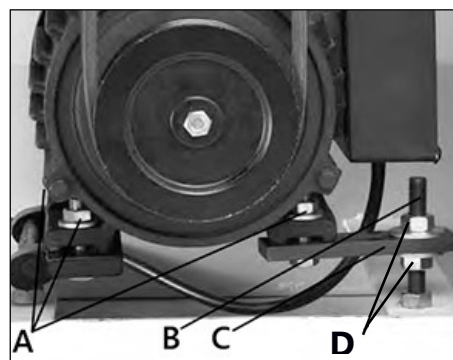

Рисунок 24.
Для замены, отключите станок от сети. Откройте дверцу С (рис. 18), ослабьте крепеж В на пластине натяжения, которая крепит электродвигатель к кронштейну (рис. 24).
- Чтобы настроить натяжение ремня, гайки D (рис. 24), чтобы передвигать основание электродвигателя вверх или вниз до тех пока не получите отклонение в 12 мм, как написано в предыдущем пункте.
Ослабьте крепеж А, который крепит электродвигатель к кронштейну (рис. 24). Передвигайте электродвигатель горизонтально пока шкив ножевого вала не выровняется со шкивом электродвигателя.